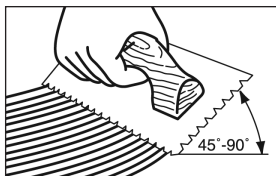

Figure 13
- Tenez la truelle à un angle minimum de 45° (fig. 13) fermement contre le plancher brut.
(Figures 13 à 18)